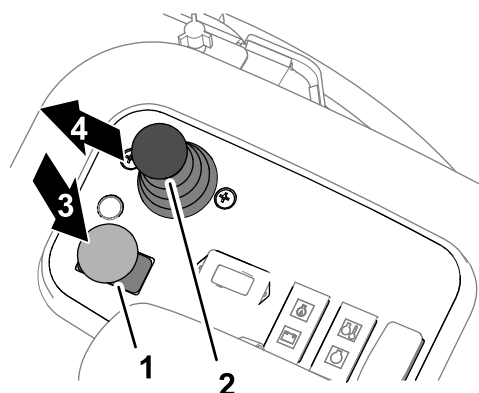

Figure 34
1. Serrez le frein de stationnement et placez la commande des unités de coupe à la position DÉSENGAGÉE (Figure 34).